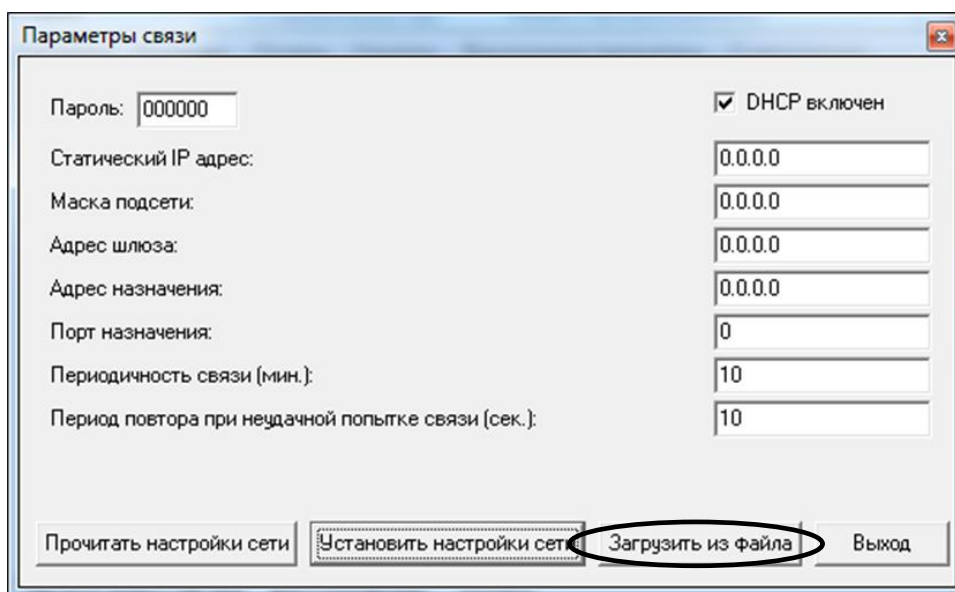
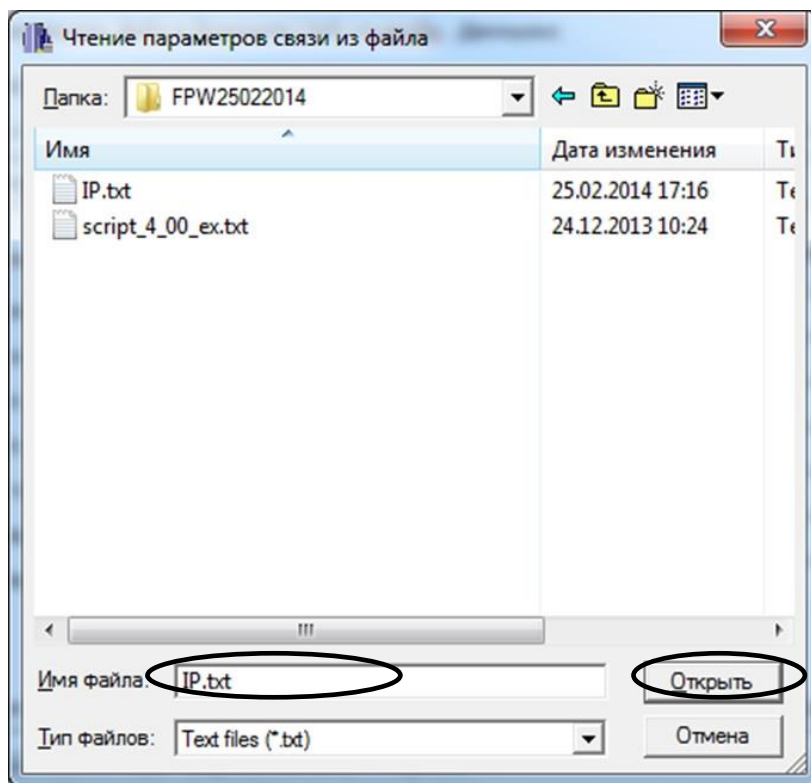

Рисунок 30
Рисунок 32
У вікні «Параметры связи» з'являться параметри налаштування запрограмовані у пам'ять реєстратора (рисунок 30).
6.1.7 Для завантаження параметрів із текстового файлу натиснути кнопку «Загрузить из файла» (рисунок 30). У вікні, що з'явиться обрати файл з параметрами зв'язку реєстратора (рисунок 32). Натиснути «Открыть».